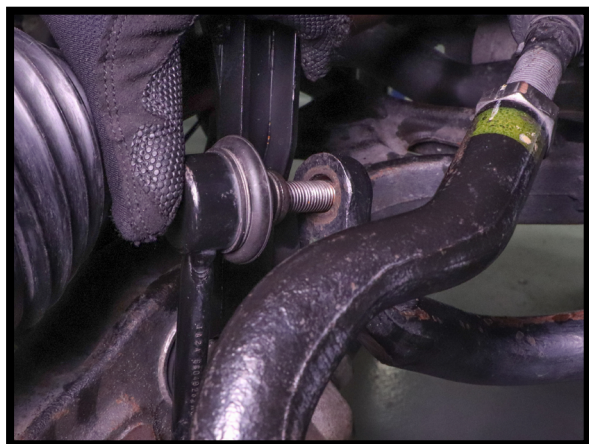

图31
6. 重新连接横向稳定杆端部连杆并按照制造商的规范要求紧固。(图31、32)